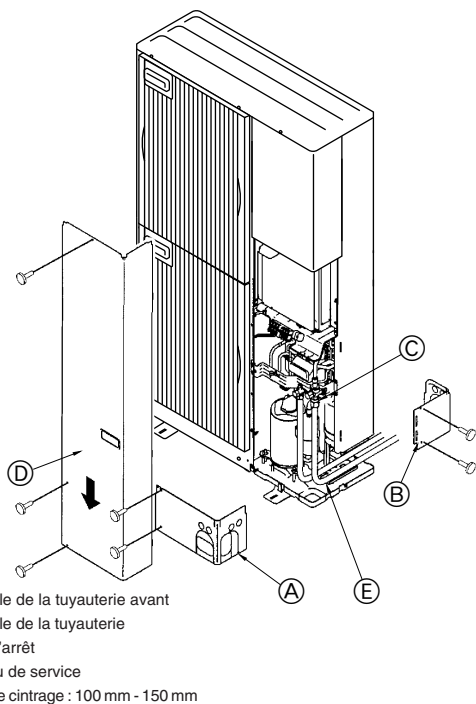

Fig. 5-6
5.6. Mise en place des tuyaux de réfrigérant (Fig. 5-6)